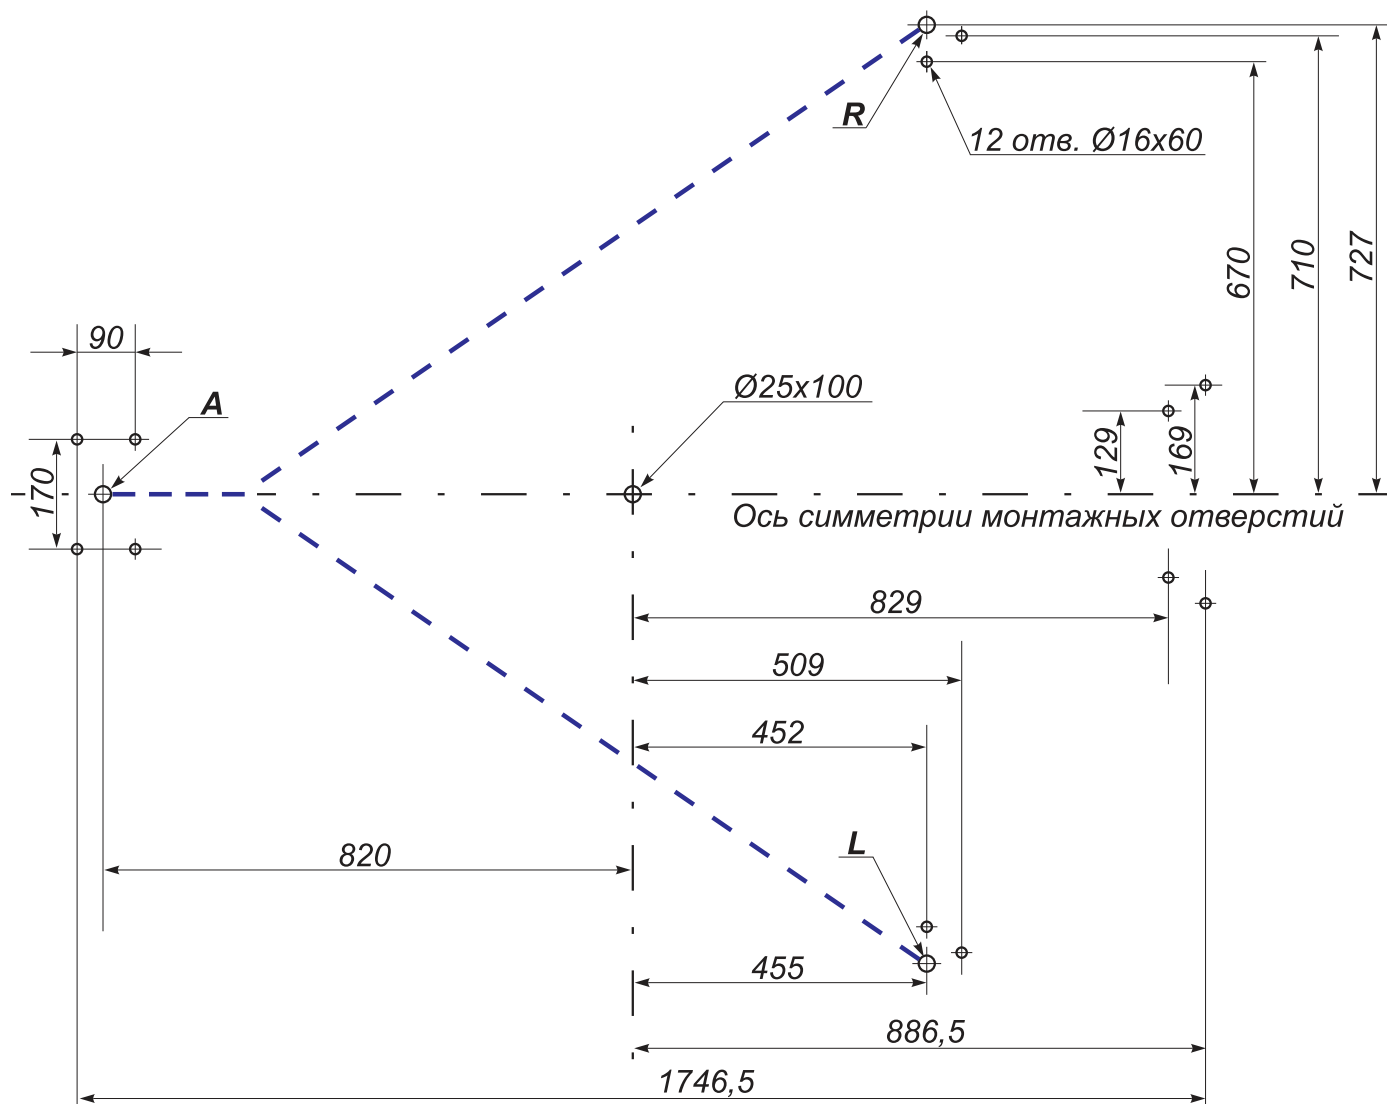

Рисунок 8 – Схема разметки для установки турникета:
8.2.6 Установите левую секцию формирователя прохода (6) таким образом, чтобы опорная стойка секции с блоком индикации (9) располагалась над зоной *L* (рисунок 8). Совместите четыре отверстия во фланцах (8) секции с отверстиями в установочной поверхности. Закрепите секцию с помощью анкерных болтов, при этом усилие затяжки болтов должно быть предварительным, обеспечивающим возможность регулировки отклонения секции от вертикали. Подведите кабель индикации (10) и кабель считывателя (23)* по кабельному каналу к зоне *A*.
8.2.7 Установите и закрепите правую секцию формирователя прохода (7) таким образом, чтобы опорная стойка секции с блоком индикации располагалась над зоной *R* (рисунок 8). Подведите кабель индикации (11) и кабель считывателя (24)* по кабельному каналу к зоне *A*.
8.2.10 Установите преграждающую стойку фланцем (4) на зону А, а нижний узел вращения (5) — на отверстие с анкером Ø25 мм (рисунок 8). Совместите четыре отверстия во фланце и одно отверстие в центре нижнего узла вращения с отверстиями в установочной поверхности. Закрепите преграждающую стойку с помощью анкерных болтов, при этом усилие затяжки болтов должно быть предварительным, обеспечивающим возможность регулировки её отклонения от вертикали.
8.2.22 Установите собранный ротор (1) (п. 8.2.18) с небольшим наклоном нижним концом в нижний узел вращения (5) в исходное положение, соответствующее выбранному варианту перекрытия створками зоны прохода в исходном состоянии турникета (А или Б, см. п. 5.2.12).
Для обеспечения возможности работы турникета в **бесшлюзовых режимах (вариант А исходного состояния турникета)** перекройте зону прохода **одной** створкой, расположив её параллельно оси симметрии монтажных отверстий (рис. 8) в направлении к стыку секций (6) и (7) формователя прохода (рис. 1 и 12, а).